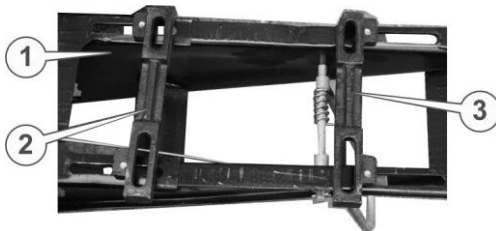

Рисунок 29. Рама
13. Послабити болти кріплення передньої (3) (див. рис. 29.) та задньої (2) балок кріплення двигуна на рамі (1). Виставити балки перпендикулярно рамі таким чином, щоб поздовжня відстань між пазами балок дорівнювала поздовжній відстані між кріпильними отворами в інсталяційних лапах двигуна.